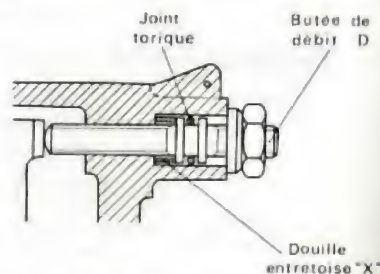

Fig. 53.
- La pompe tournant à la vitesse indiquée au point 1-3, régler le débit maximal indiqué en déplaçant la butée D (fig. 53).
- Choisir une douille appropriée (« X », fig. 53 et 54), de façon à limiter le déplacement de la butée D par rapport au débit pleine charge réglé (1/8* de tour au maximum).